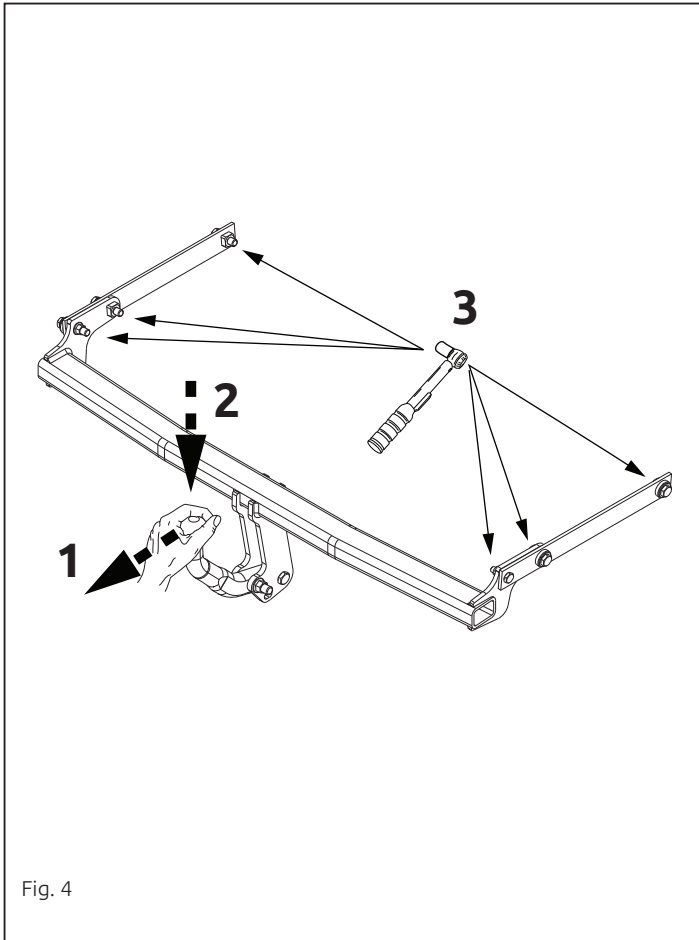

Fig. 4
7. Задвинуть комплект назад до отказа. См. рисунок 4.